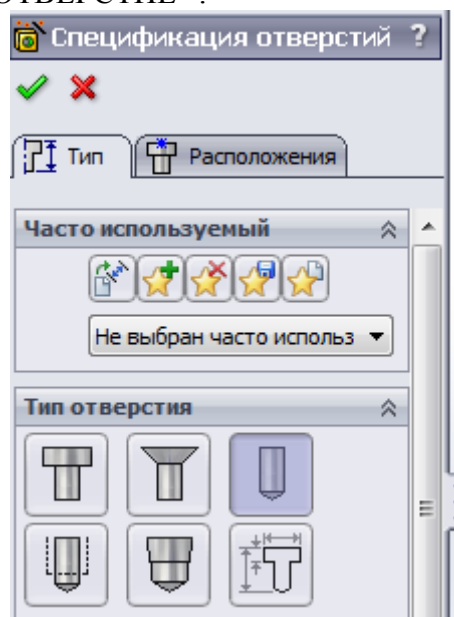

Рис. 19. Створення отвору
14. Створимо отвір з діаметром 8.1x1.75, використовуючи майстер отворів. Дані отвори можна створити і простіше, але тут ми продемонструємо розширені можливості Solidworks по створенню отворів. Для цього запустимо інструмент «ОТВЕРСТИЕ ПОД КРЕПЕЖ (HOLE WIZARD)»  У вікні (Рис. 19) «СПЕЦИФИКАЦИЯ ОТВЕРСТВИЙ» виберіть «ОТВЕРСТИЕ».